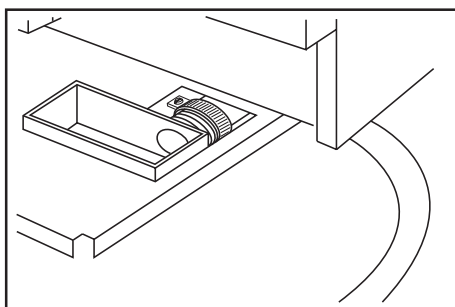

Fig. 5
- Der Anschluss erfolgt mit einem Schlauch (Abb.5), dessen Innendurchmesser mind. 12 mm sein sollte.